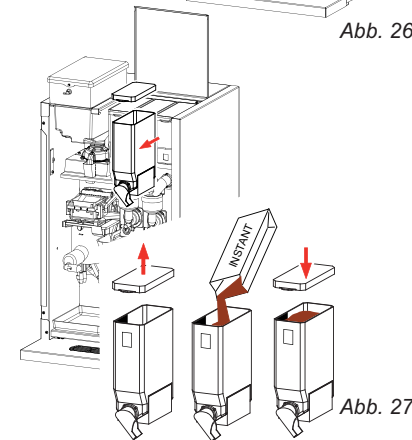

Abb. 27
1. Behälter nach vorne aus dem Gerät nehmen (Abb. 27).